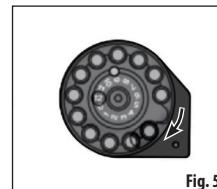

Fig. 5D
5. Faites pivoter le couvercle dans le sens inverse des aiguilles d'une montre et mettez les plombs restants dans le chargeur. Après avoir rempli les positions restantes de plombs, faites pivoter le couvercle jusqu'à ce qu'il repose sur le point d'accrochage, tel qu'il illustré à la figure 5D. Le chargeur est maintenant prêt à être utilisé.